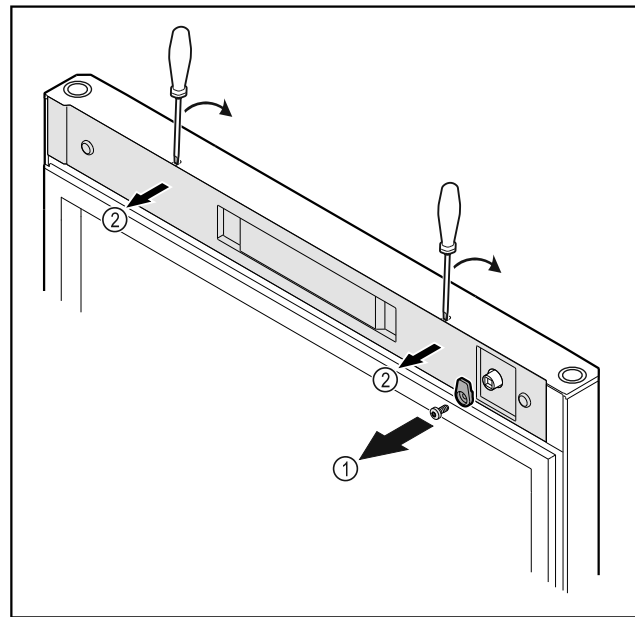

Fig. 52
- ▶ Schließhaken Fig. 52 (1) abschrauben.
- ▶ Abdeckung Fig. 52 (2) mit einem kleinen Schraubendreher ausrasten und abnehmen.